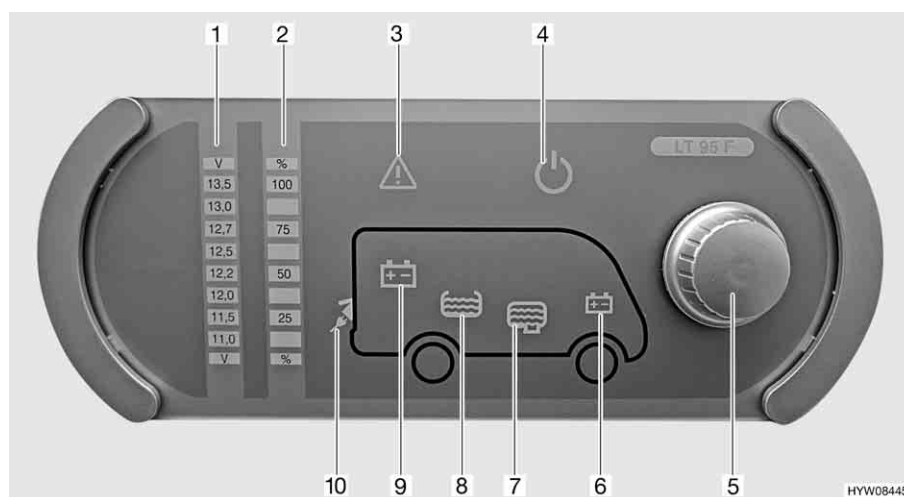

Fig. 60 Pannello di controllo (LT 95)
Il pulsante a rotazione (Fig. 60,5) inserisce o disinserisce il pannello di controllo e l'alimentazione a 12 V dell'abitacolo.
**Accensione:** ■ Premere il pulsante a rotazione (Fig. 60,5): L'alimentazione a 12 V dell'abitacolo è inserita. La spia di controllo a 12 V (Fig. 60,4) diventa verde.
**Spegnimento:** ■ Premere il pulsante a rotazione (Fig. 60,5): L'alimentazione a 12 V dell'abitacolo è disinserita. La spia di controllo a 12 V (Fig. 60,4) si spegne.
Mediante il pulsante a rotazione (Fig. 60,5) si possono interrogare sia la tensione della batteria dell'abitacolo che la tensione della batteria di avviamento. La tensione viene visualizzata sulla scala indicatore per la tensione della batteria (Fig. 60,1).
**Indicazione:** ■ Ruotare il pulsante a rotazione (Fig. 60,5), finché si accende il simbolo della batteria della quale deve essere interrogata la tensione.
Viene indicata la tensione della batteria dell'abitacolo (Fig. 60,9)
Viene indicata la tensione della batteria di avviamento (Fig. 60,6)
- Leggere la tensione sulla scala indicatore della tensione della batteria (Fig. 60,1).
Mediante il pulsante a rotazione (Fig. 60,5) si possono interrogare sia il livello del serbatoio dell'acqua che il livello del serbatoio delle acque grigie. Il livello viene visualizzato sulla scala indicatore livello dei serbatoi (Fig. 60,2).
- Ruotare il pulsante a rotazione (Fig. 60,5), finché si accende il simbolo del serbatoio del quale deve essere interrogato il livello.
Viene indicato il livello del serbatoio dell'acqua (Fig. 60,8)
Viene indicato il livello del serbatoio delle acque grigie (Fig. 60,7)
- Leggere il livello sulla scala indicatore del livello serbatoio (Fig. 60,2).
La spia luminosa Alarm (Fig. 60,3) lampeggia non appena i valori limite fissati vengono superati per eccesso o per difetto.
La spia luminosa Alarm (Fig. 60,3) lampeggia non appena la tensione della batteria scende al di sotto di 11 V. Se l'alimentazione a 12 V è accesa, si accende anche il relativo simbolo della batteria (Fig. 60,6 o 9), e l'indicatore "11,0" sulla scala indicatore della tensione della batteria (Fig. 60,1) lampeggia. Rischio di uno scaricamento totale della batteria.
La spia luminosa Alarm (Fig. 60,3) lampeggia ed il relativo simbolo del serbatoio (Fig. 60,7 o 8) si accende non appena il serbatoio dell'acqua è vuoto o il serbatoio delle acque grigie è pieno.
La spia di controllo a 230 V (Fig. 60,10) si accende quando all'ingresso della centralina elettrica è presente una tensione di rete.